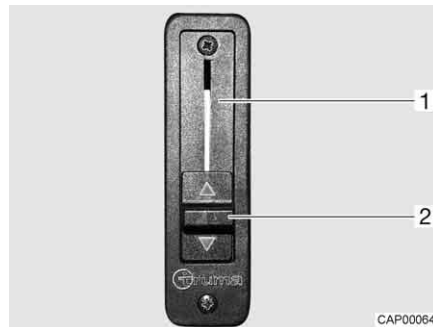

Fig. 33 Regolatore a scorrimento per l'impostazione riscaldamento
- Spingere completamente verso l'alto il regolatore a scorrimento (Fig. 33,2). L'impostazione riscaldamento (Fig. 33,1) è aperta. Il riscaldamento dell'abitacolo riscalda anche il parabrezza.
- Spingere completamente verso il basso il regolatore a scorrimento (Fig. 33,2). L'impostazione riscaldamento è chiusa. Il riscaldamento dell'abitacolo e quello del veicolo di base sono separati l'uno dall'altro.